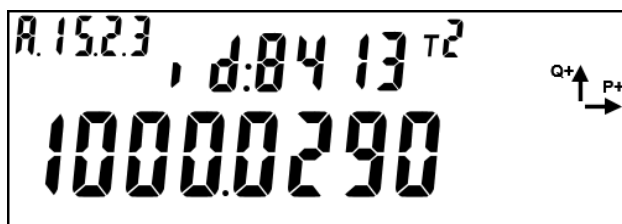

Рисунок 33 – Информация модуля связи, подключенного к COM (N)
5.3.2.3 Для проверки настроек обмена по интерфейсам необходимо перейти к четвертой группе (или к иной группе, в которую назначено окно настройки интерфейса см. п. 5.3.9) параметров счетчика. Для этого нажать и удерживать кнопку **«КАДР»**. При этом будет происходить чередование заголовков групп. При достижении группы 4 (на индикаторе счетчика появляется надпись **ГРУП. 4**) отпустить кнопку **«КАДР»**. Короткими нажатиями кнопки **«КАДР»** перейдите в окно отображения настроек интерфейса. OBIS коды настроек интерфейсов связи приведены в таблице 8. Короткие нажатия **«ПРСМ»** позволяют переключаться между кадрами настроек интерфейса (например, для опто – СОМ0) происходит переключение между кадрами А.15.0.1 - настройки, А.15.0.2 - условия и А.15.0.3 - информация о модуле связи), см. рисунок 33.